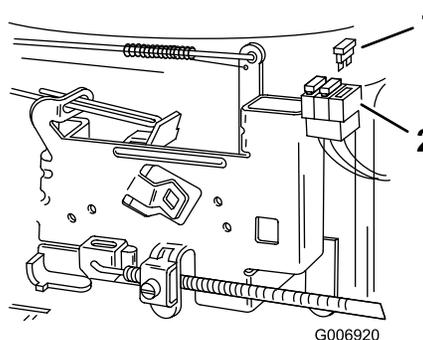

Bild 28
- Ziehen Sie die Sicherung nach oben (Bild 28), um sie aus der Fassung zu entfernen.